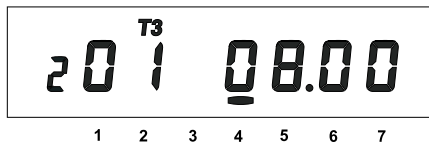

Рисунок 5.12
5.2.4.9 Просмотр тарифного расписания текущих суток (рисунок 5.12).